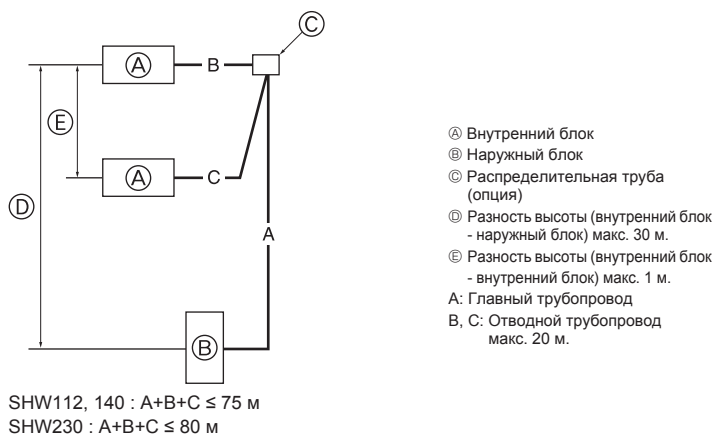

Fig. 4-9
4.7. Для двойной/тройной/четверной комбинации (Fig. 4-9) (только для кондиционеров)